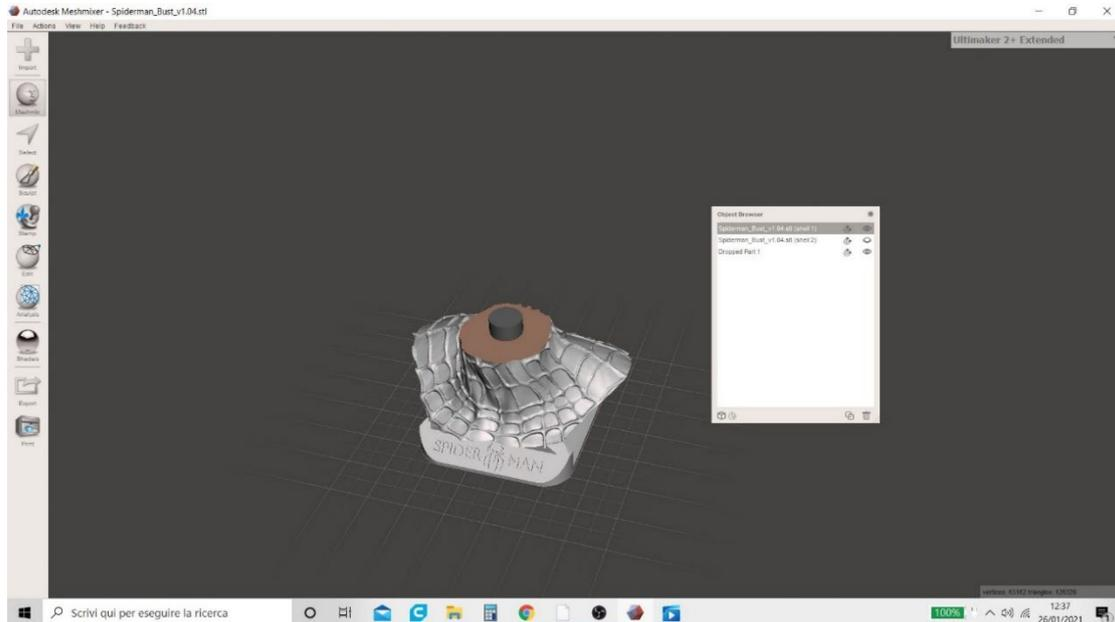

Figura 11 Meshmixer
4. Al final de esta operación, en la tabla que proporciona el resumen de los modelos presentes en el plan de trabajo, aparecerá automáticamente un tercer modelo llamado "Drop Part 1" (nuestro "Pivote" - Figura 11 Meshmixer).